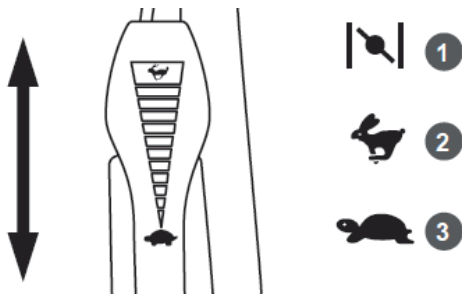
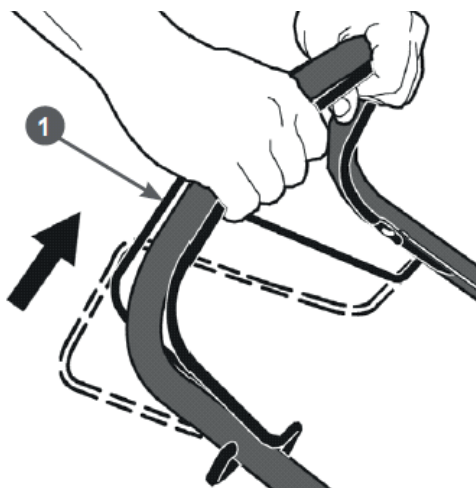

Рис. 15 Положения рычага газа (вид сверху)
Рис. 18 Включение привода хода
2. Для запуска двигателя закройте воздушную заслонку карбюратора, для этого переведите рычаг газа 7 (Рис. 1) в положение «1» (вперёд до упора) (Рис. 15).
5. После запуска двигателя переведите рычаг газа в положение «3» (Рис. 15) и прогрейте двигатель на холостых оборотах в течение 30 секунд.
ПРИМЕЧАНИЕ! После запуска прогретого двигателя работу можно начинать сразу, для этого переведите рычаг газа в положение «2» (Рис. 15).
2. Рычагом газа переведите двигатель в режим холостого хода (переведите рычаг газа в положение 3 (холостых оборотов) (Рис. 15)
В соответствии с разделом ЗАПУСК ДВИГАТЕЛЯ запустите двигатель и прогрейте его. После прогрева двигателя установите рычаг газа в положение 2 (максимальные обороты) (Рис. 15), затем включите привод хода, нажав рычаг 1 включения привода хода (Рис. 18).
ВНИМАНИЕ! Скашивание необходимо производить только на максимальных оборотах двигателя (рычаг газа в положении 2 (Рис. 15)).